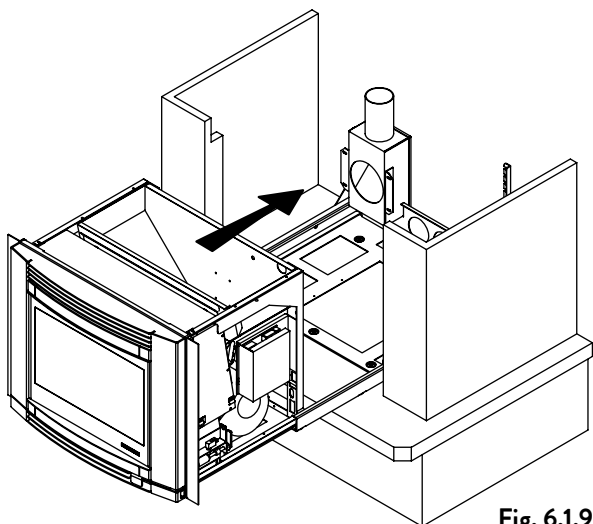

Fig. 6.1.9
- 3) Remonter les glissières télescopiques et replacer l'insert sur le soubassement (Fig. 6.1.9) ;